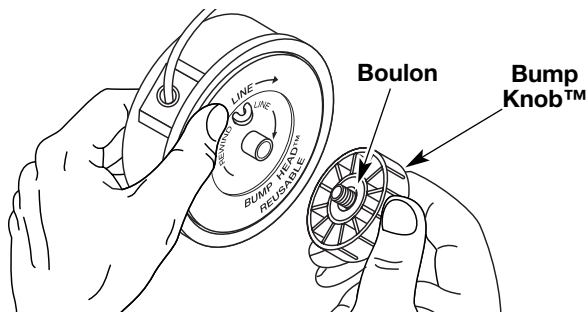

Fig. 15
1. Tenez la bobine extérieure d'une main et dévissez le bouton de butée vers la gauche (Fig. 15). Inspectez le boulon de l'intérieur du bouton de butée pour vous assurer qu'il se déplace librement. Remplacez le bouton de butée s'il est endommagé.
1. Tenez la bobine extérieure d'une main et dévissez le bouton de butée vers la gauche (Fig. 15). Inspectez le boulon à l'intérieur du bouton de butée pour vous assurer qu'il se déplace librement. Remplacez le bouton de butée s'il est endommagé.